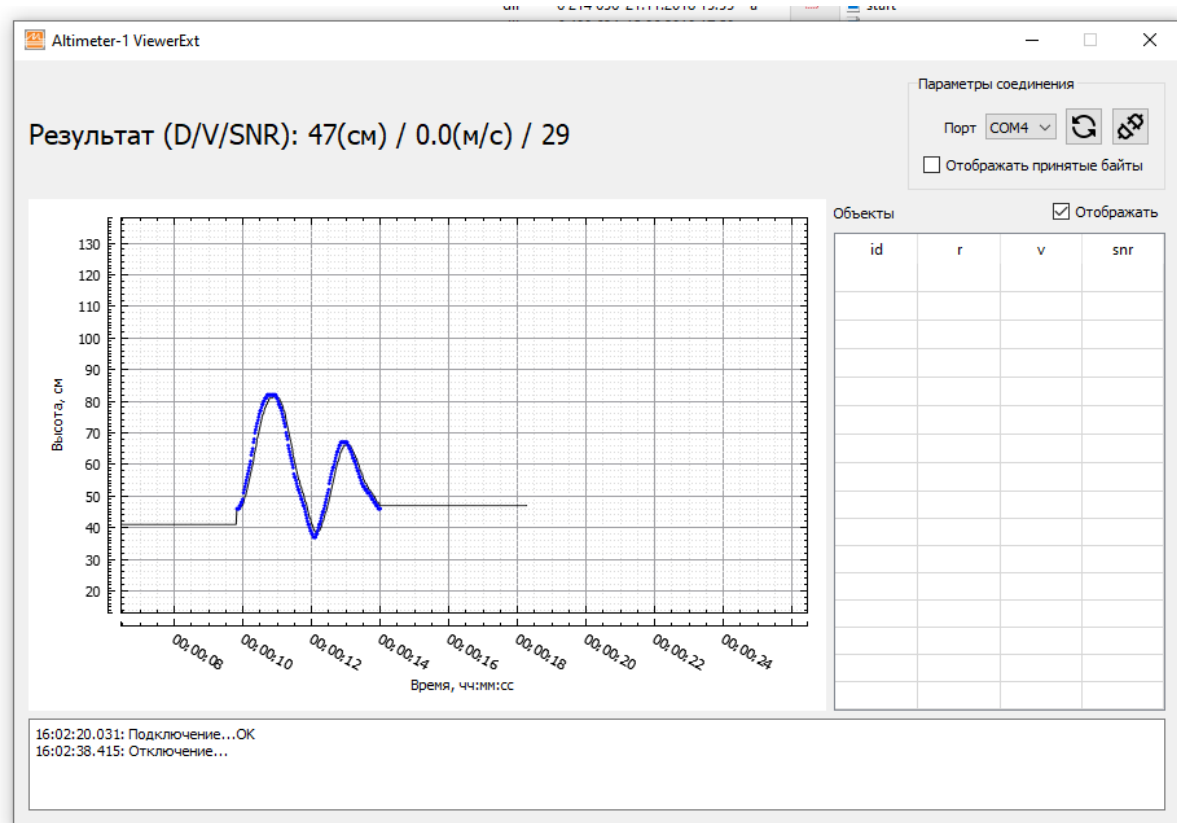

Рисунок 2.3 – Внешний вид окна программы Altimeter-1 Viewer Ext
2.5.5.1 Запустите программу Altimeter-1 Viewer Ext (рисунок 2.3).
2.5.5.3 Для отображения отметок дальности до обнаруженных объектов установите галочку в поле «Отображать» **Отображать** (рисунок 2.3).